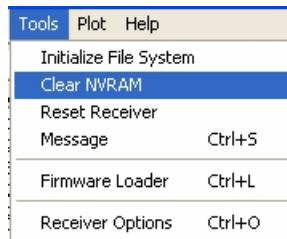

Рисунок 54. Clear NVRAM
3. Нажмите *Tools* ▶ *Clear NVRAM* (Рис. 54).